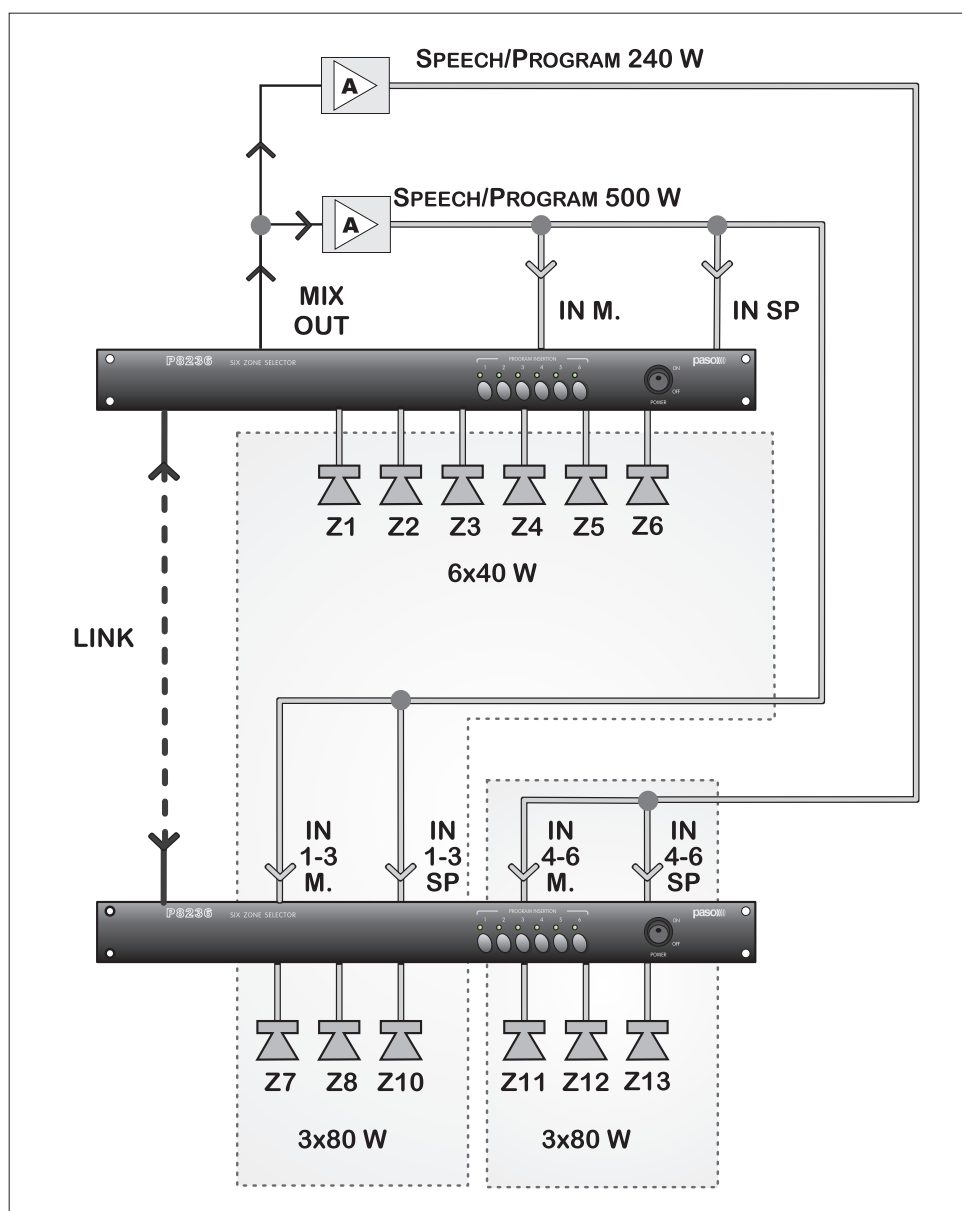

Fig. 4.1.2
- Nel caso sia necessario disporre di una potenza complessiva superiore a quella di un amplificatore da **500 W** (massimo taglio della gamma **PASO**) è possibile utilizzare più amplificatori; gli ingressi, in parallelo, saranno connessi all'uscita **MIX OUT (16)** dello slave di indirizzo **0**; l'uscita di ogni amplificatore andrà a pilotare un sottogruppo di zone la cui potenza complessiva sia compatibile con la potenza nominale dell'amplificatore (per agevolare la soluzione a questa esigenza, le **6** zone di uscita dello slave sono suddivise in due gruppi da **3**, elettricamente isolati tra loro, ciascuno con i propri ingressi voce e musica; questo consente di poter utilizzare fino a due amplificatori per slave). In figura un esempio (Fig. 4.1.2).